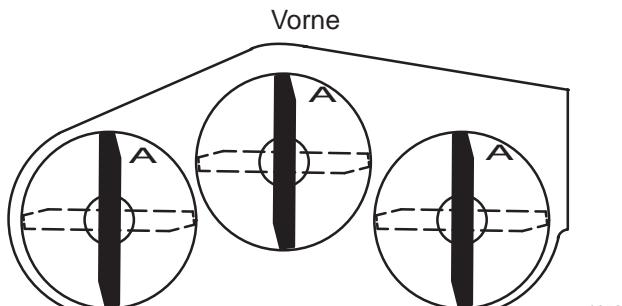
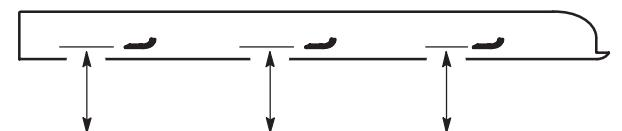

Bild 36
Bild 37
- Drehen Sie die Schnittmesser, bis die Enden in Längsrichtung gerichtet sind (Bild 36). Messen Sie von einer ebenen Fläche bis zu den Schnittkante (Position A) der Messer (Bild 37). Zeichnen Sie dieses Maß auf.